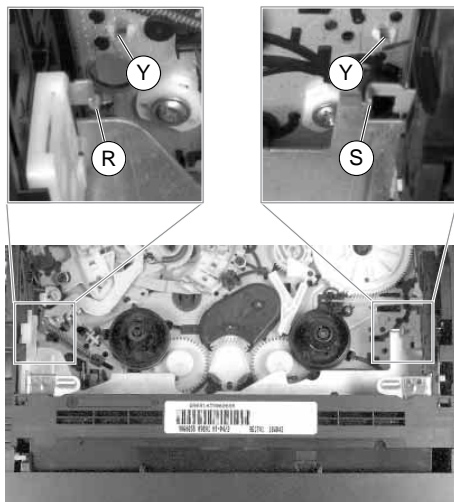
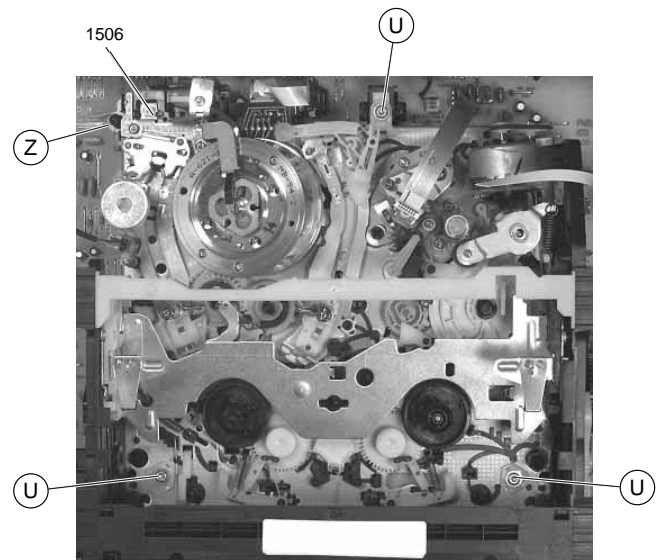

Fig. 11
Fig. 12
- Release the locks (R) and (S) (Fig. 11) of the cassette compartment and move it inwards to gain access to the screws (U) (Fig. 12).
- Undo the screws (U) (Fig. 12).
- Arretierungen  $\textcircled{R}$  und  $\textcircled{S}$  (Fig. 11) des Cassettenschachtes lösen und diesen dabei so weit nach innen schieben, bis die Schrauben  $\textcircled{U}$  (Fig. 12) zugänglich sind.
- Schrauben  $\textcircled{U}$  herausdrehen (Fig. 12).
- Laufwerk im Bereich des Halters  $\textcircled{Z}$  (Fig. 12) vorsichtig etwas anheben, damit sich die Steckverbindung 1506 zwischen dem Laufwerk und der Chassisplatte löst.
- Rastnasen  $\textcircled{Y}$  (Fig. 11) lösen und Laufwerk aus dem Gerät nehmen.
- Release the locks  $\textcircled{R}$  and  $\textcircled{S}$  (Fig. 11) of the cassette compartment and move it inwards to gain access to the screws  $\textcircled{U}$  (Fig. 12).
- Undo the screws  $\textcircled{U}$  (Fig. 12).
- Lift the Drive Mechanism carefully by a small amount at holder  $\textcircled{Z}$  (Fig. 12) to disengage the plug-in connection 1506 between the Drive Mechanism and the Family Board.
- Disengage the locking lugs  $\textcircled{Y}$  (Fig. 11) and remove the Drive Mechanism.